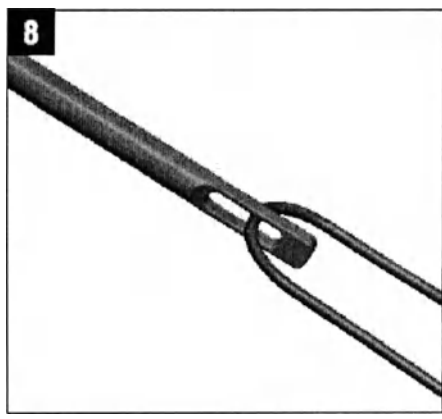

Рисунок 8.
10. Удалите ример гибкий VersiTomic и используйте проксимального петельку на другой стороне спиценаправителя VersiTomic для любого шовного материала (см рисунок 8).